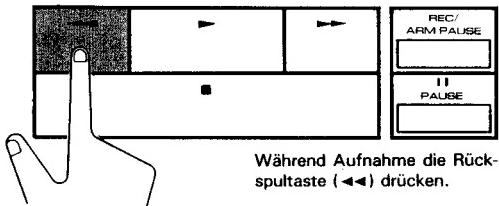

Fig. 17
1. Drücken Sie die Rückspultaste (\blacktriangleleft) während der Aufnahme. Dadurch wird das Band zum Beginn des Abschnitts zurückgespult. (Fig. 17.)